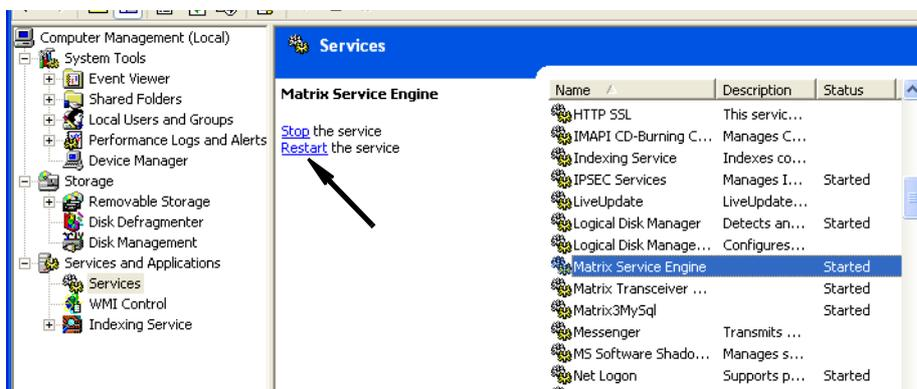

ABB. 62
- k. Klicken Sie den Link „Dienst neu starten“ (ABB. 62).